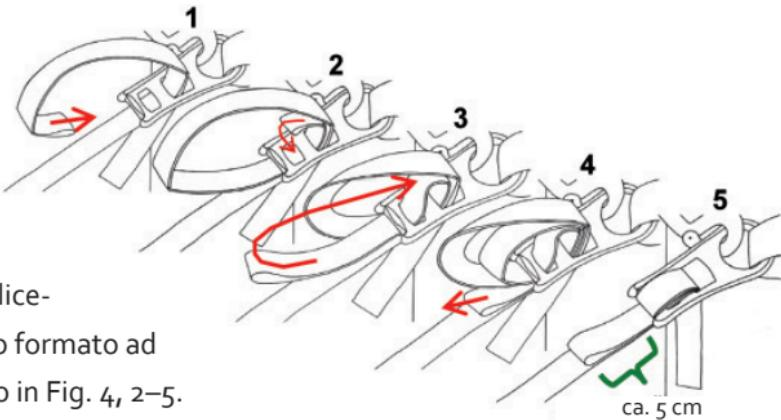

Fig. 4
Il sistema di tensionamento della Slackline è basato su una carrucola 5:1 che si stacca da sola. Il fissaggio della Slackline avviene senza nodi con il principio di allentamento (Fig. 4).
- Inserire doppia la Slackline da una parte minimo 50 cm dalla fine del nastro e infilare 2 volte da sotto attraverso la grande rientranza dell'anello (Fig. 4, 1–2).
- Per semplificare la procedura, semplicemente spostare l'occhiello del nastro formato ad un lato e procedere come raffigurato in Fig. 4, 2–5.
di allentamento (vedi Fig. 4).